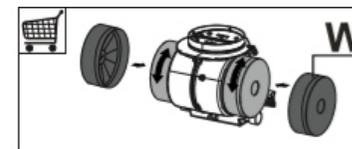

рис. 2
5.3 Для очистки алюминиевого фильтра извлеките его из вытяжки (рис. 2) и произведите его очистку с помощью щетки горячим водным раствором моющего средства вручную или в посудомоечной машине при (60°C). Старайтесь не сгибать фильтры при мойке. Возможное изменение цвета фильтра, с течением времени, не приводит к снижению эффективности его действия.
- снимите алюминиевый фильтр (рис. 2);